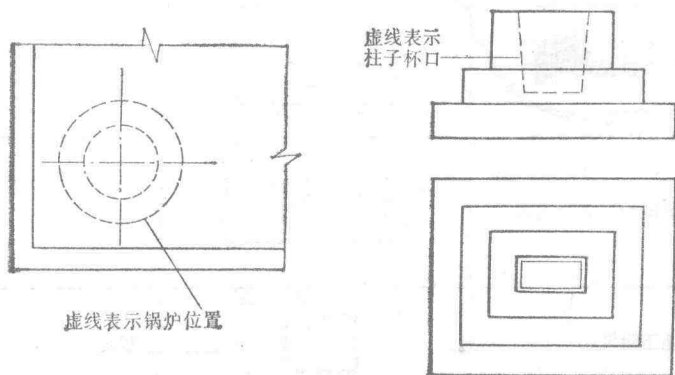

图 1-7
7. 虚线 虚线由断续的短线组成,它表示建筑物看不见的背面和内部的轮廓或界限。或表示设备(如锅炉、基础、检查孔、埋设的管道等)的所在位置的轮廓。见图1-7。